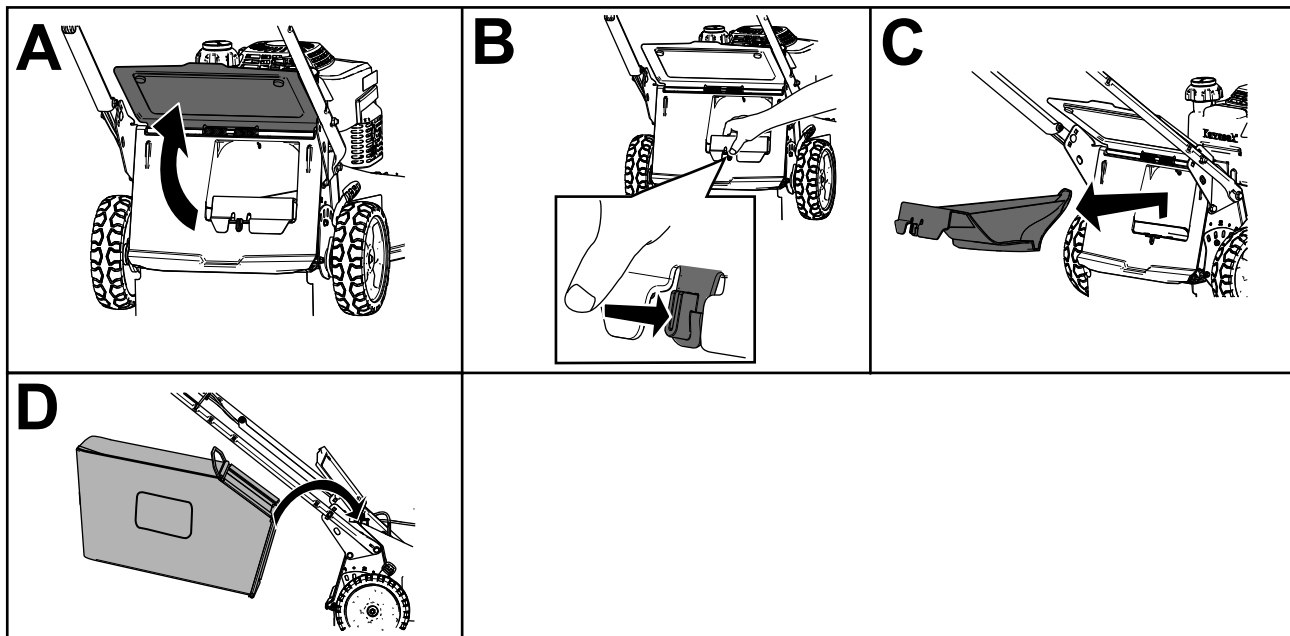

Bild 20
2. Heben Sie das hintere Ablenkblech an und halten Sie es hoch (A in Bild 20).
3. Drücken Sie zum Entfernen der Heckauswurfklappe mit dem Daumen auf den Riegel und ziehen die Klappe aus der Maschine (B und C in Bild 20).
4. Setzen Sie die Enden der Fangkorbstange in die Kerben an der Unterseite des Holms ein und bewegen den Fangkorb nach vorne und hinten, um sicherzustellen, dass die Enden der Stange richtig in den Kerben sitzen (D in Bild 20).